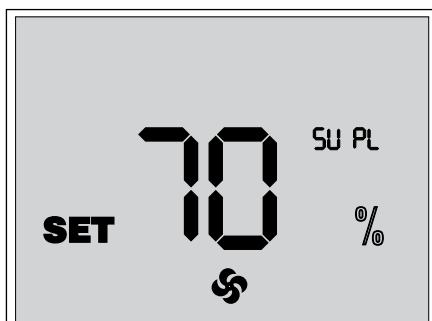

Рис. 13. Настройка скорости вентиляторов
■ Для изменения производительности приточного вентилятора нажмите и удерживайте кнопку M , затем нажмите кнопку \triangle для увеличения или кнопку ∇ для уменьшения скорости. Каждое нажатие кнопки \triangle и ∇ увеличивает или уменьшает скорость приточного вентилятора на 1 %. При нажатой кнопке M индикаторы дисплея отображают текущую производительность приточного вентилятора (рис. 13).